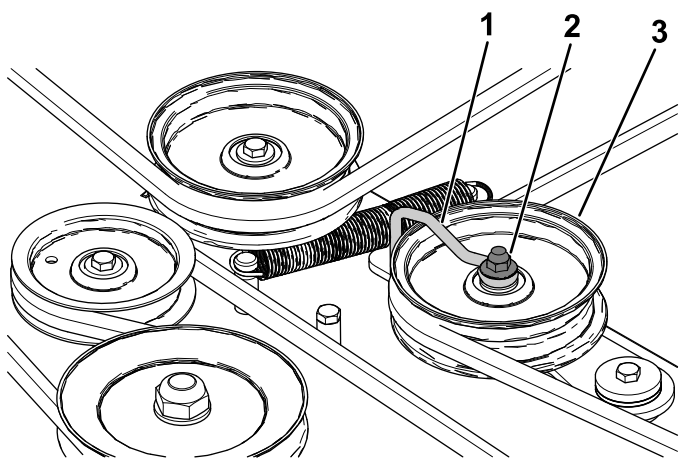

Figura 61
6. Afloje la tuerca que fija el soporte de alambre a la polea tensora (Figura 61).
10. Apriete la tuerca que fija el soporte de alambre a la polea tensora (Figura 61).
- Nota:** Coloque el soporte de alambre contra el brazo tensor, tal y como se muestra en la Figura 61.